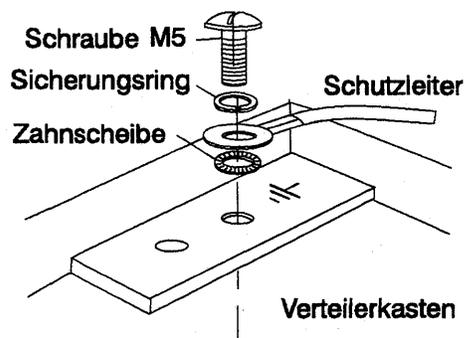

Figure 0-20. Schutzleiteranschluß
**Schraube:** 5 mm Durchmesser, Länge 6 bis 10 mm (siehe Figure 0-20 on page xlii).